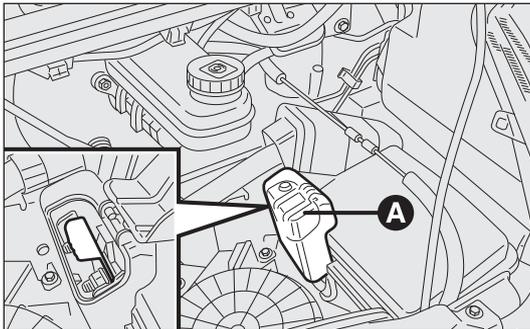

Abb. 152
- den kleinen Deckel A anheben, um an den Anschluss am Batteriepluspol zu gelangen Abb. 152.